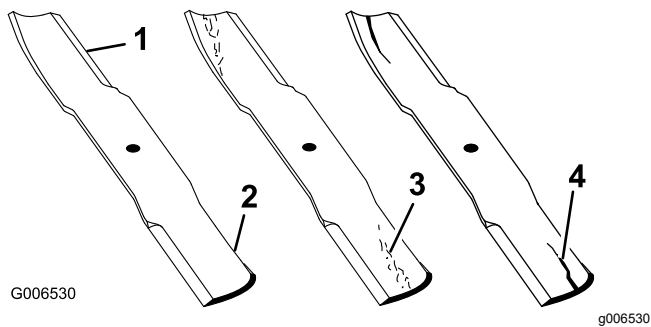

Bild 75
1. Untersuchen Sie die Schnittkanten (Bild 75).
4. Wenn Sie Risse, Verschleiß oder Rillenbildung in diesem Bereich feststellen, sollten Sie sofort ein neues Schnitmesser einbauen (Bild 75).